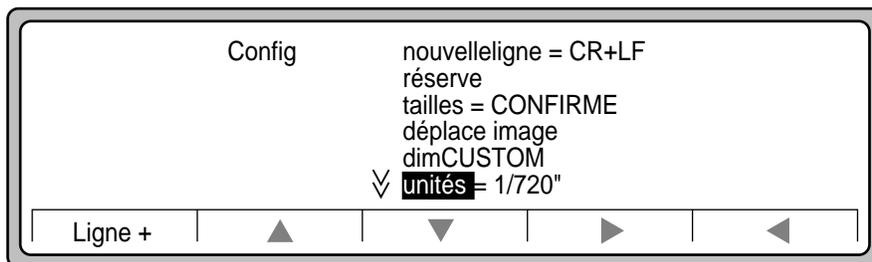

Figure 3-18 Options du menu Config
8. Appuyez sur ► pour afficher les options du menu Config (Figure 3-18).
9. Appuyez sur ▼ pour sélectionner les unités. (Figure 3-18).